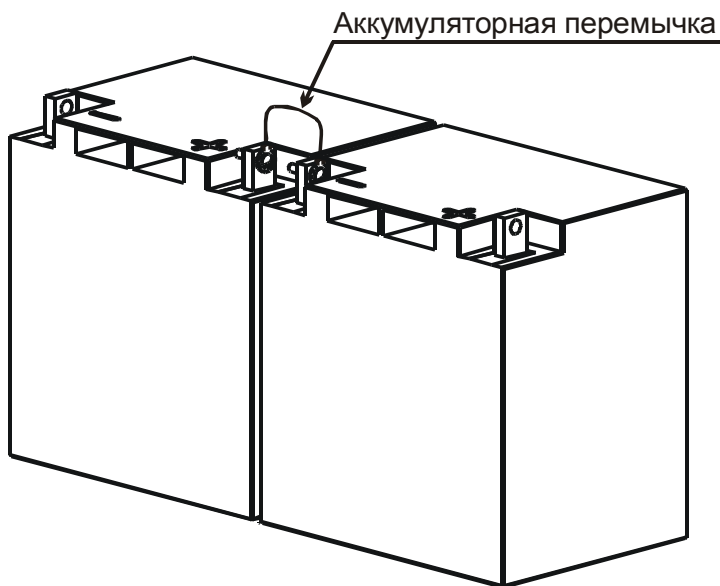

Рисунок 3
- соединить аккумуляторной переключкой два аккумулятора в батарею как показано на рис.3;